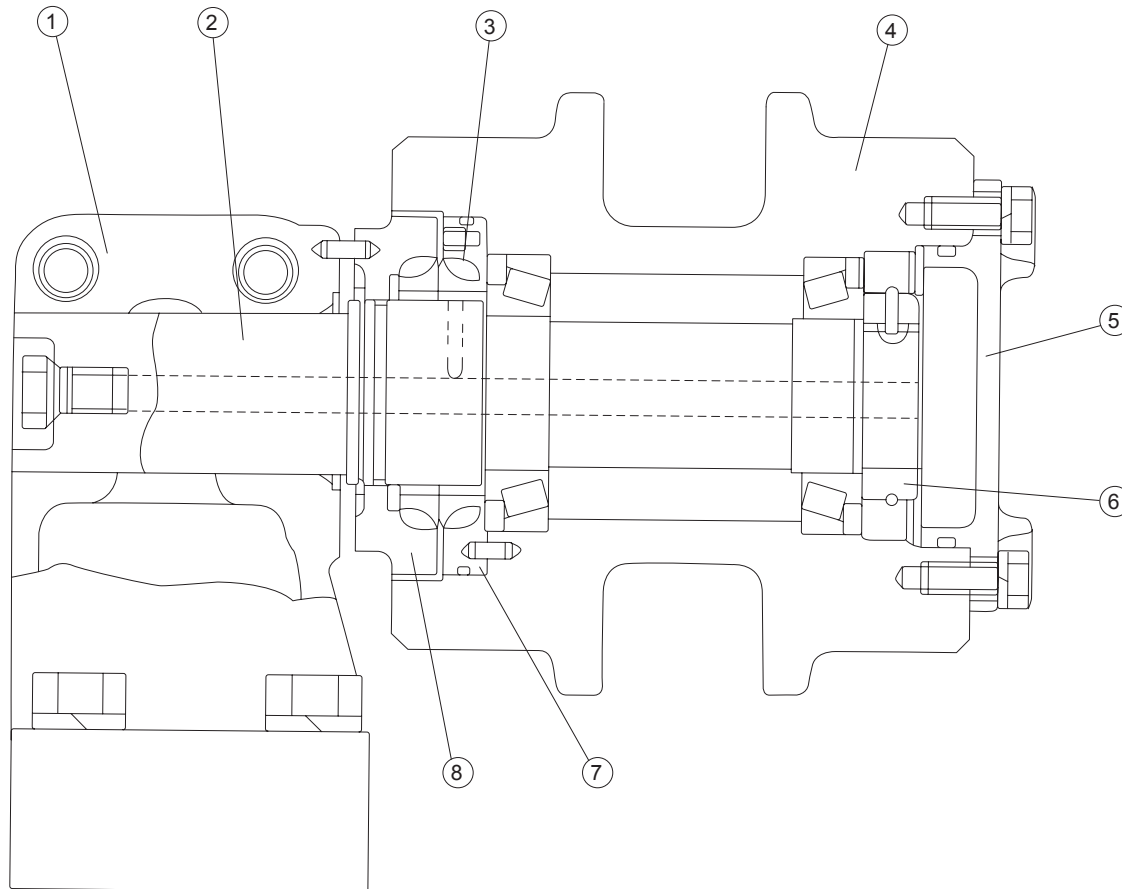

Figure 3-45
3.10.4 CARRIER ROLLER (SEE FIGURE 3-45)